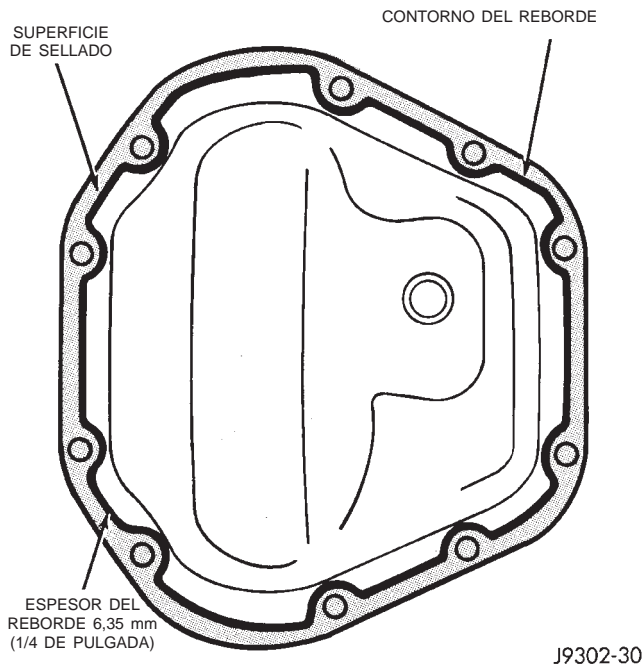

Fig. 60 Tapa de cárter característica con sellante
(1) Raspe el sellante residual de las superficies de contacto del cárter y de la tapa. Limpie las superficies de contacto con líquidos minerales. Aplique un reborde de sellante de caucho siliconado Mopar en la tapa del cárter. Deje curar el sellante durante algunos minutos (Fig. 60).